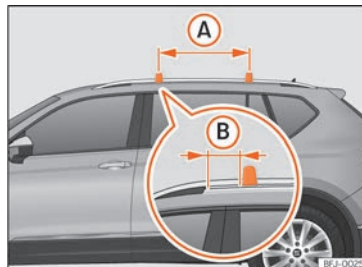

Fig. 169 Points de fixation des barres longitudinales pour la galerie porte-bagages du toit.
barres transversales » » fig. 169 (A) doit être comprise entre 75 et 90 cm et la distance entre les barres transversales et les supports des barres latérales du toit (B) doit être égale à 15 cm.